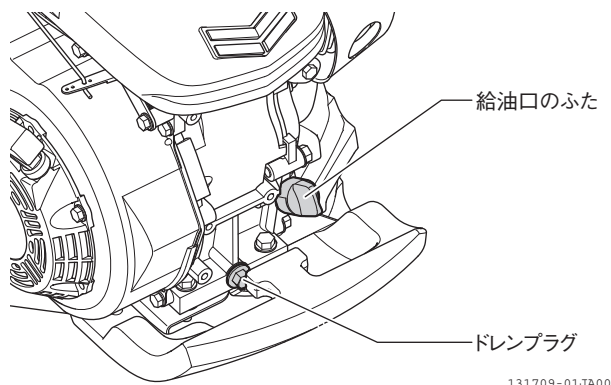

図 4-17 交換のしかた
2. ドレンプラグを工具 (12 mm) で外します。古いエンジンオイルが流れ出てきます。(図 4-17)